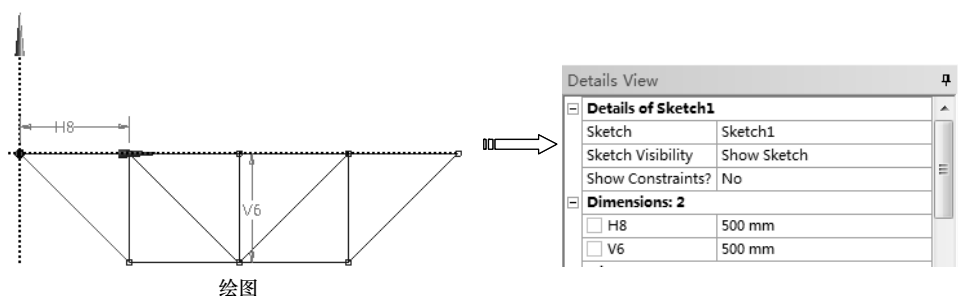

图 5-93 绘制草图
3) 单击【Draw (草绘工具箱)】中的【直线】命令以及【Constraints (约束工具箱)】中的【约束】命令, 【Dimensions (尺寸标注工具箱)】中的【尺寸标注】命令, 绘制如图 5-93 所示的草图。